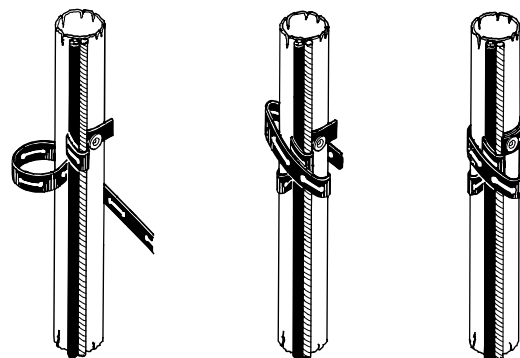

Abb. 21 Montage der Kabelschellen
**Montage:** Gummiband so abschneiden, dass das Ende ohne Schlitz so lang wie möglich wird. Einen Knopf in den ersten Schlitz setzen. Stahlseil entlang des Unterwasserkabels legen, Abb. 21.